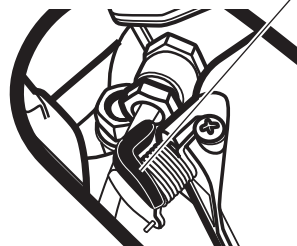

Рис. 10
- Рычагом декомпрессора двигателя приведите его в открытое положение (во время запуска двигателя клапан декомпрессора автоматически закроется) (рис. 10).
- Удерживая декомпрессор (рис. 10), поверните ключ выключателя зажигания в положение «СТАРТ». Через несколько секунд после того, как вал двигателя наберет максимальные обороты, отпустите декомпрессор и отпустите ключ зажигания сразу после того, как двигатель генератора заведется (ключ выключателя зажигания при этом автоматически займет положение «ВКЛ»).